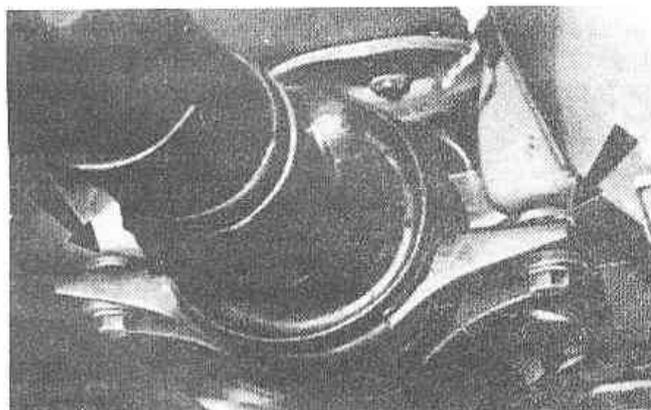

Рис.7.2. Снятие подшипника средней опоры — обратите внимание на регулировочные шайбы (Разд.2)
7. Для снятия опоры среднего подшипника, выверните два болта с пружинными и плоскими шайбами, крепящие его к днищу кузова. Извлеките регулировочные шайбы и заметьте их размещение (Рис.7.2)